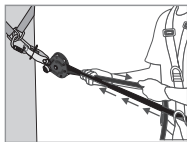
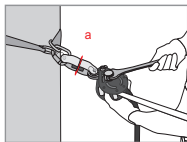

Fig 3
Fig 4
Una vez instalada la línea de vida, se debe realizar un ajuste previo de la tensión tirando manualmente de la cuerda (del lado del nudo de extremo —Fig. 3). Automáticamente la leva (8) y la palanca de leva (4) deben entrar en contacto con la cuerda. Abata la palanca de leva (4), y después, con una llave adaptada, aplique la tensión sobre el eje de ajuste de la tensión (1) hasta que la arandela testigo de tensión (a) colocada sobre el testigo de tensión (2) gire libremente (Fig. 4). En cuanto esta esté libre de movimiento, ¡NO APRIETE MÁS! Esto corresponde a una tensión previa en la línea de 1 kN aproximadamente. Durante el uso, compruebe con regularidad esta tensión (rotación de la arandela testigo de tensión) y ajuste en caso necesario tal como se ha explicado anteriormente.